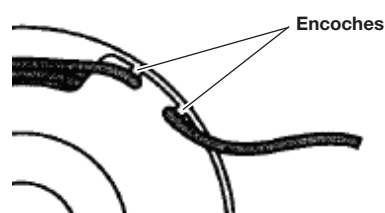

Fig. 18
- Coincez les extrémités des lignes dans les deux encoches de la bobine (Fig. 18).